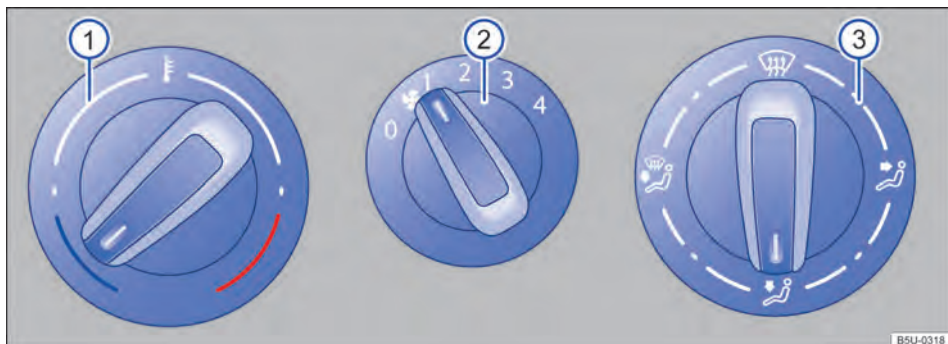
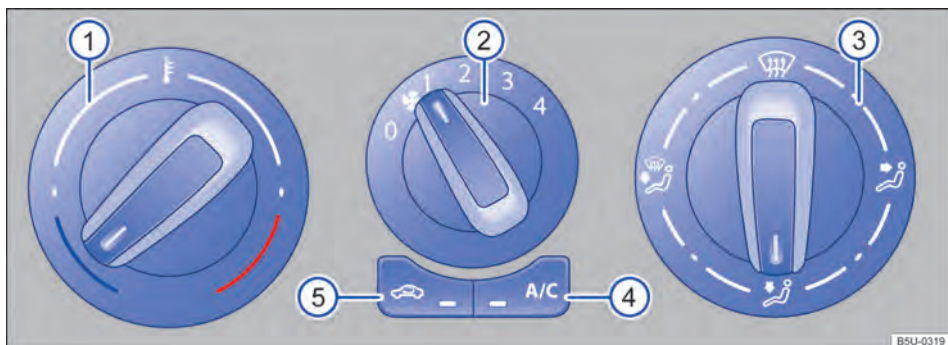

Fig. 72 Comandos do sistema de ventilação e aquecimento.
Fig. 73 Comandos do ar-condicionado.
Comandos	Informações complementares do sistema de ventilação e aquecimento → Fig. 72 e ar-condicionado → Fig. 73.
- Em veículos com sistema de aquecimento, girar o botão da temperatura → Fig. 72  totalmente para a direita, para a posição máxima de aquecimento.
- Girar o botão da distribuição de ar → Fig. 73 ③ para a posição , nesta posição o modo de recirculação de ar é automaticamente desligado.
- Girar o botão do ventilador ② no nível 3 ou 4.
- Girar o botão da temperatura ① para a posição desejada.